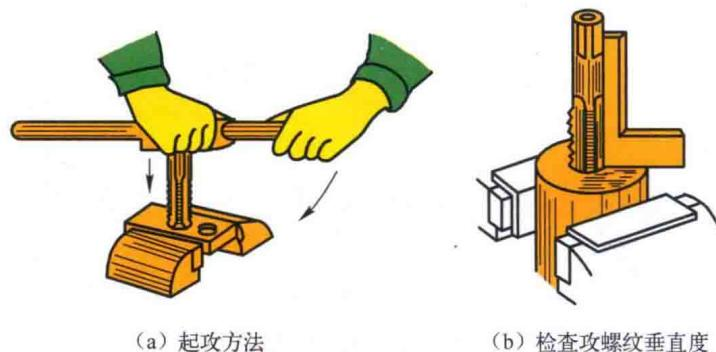

图 1-3 攻螺纹
(2) 攻螺纹前，工件的夹持位置要正确，应尽可能把底孔中心线置于水平或垂直位置，以便于攻螺纹时掌握丝锥是否垂直于工件平面。
(3) 先用头锥起攻，丝锥一定要与工件垂直，一手掌按住铰杠中部用力加压，另一手配合做顺向旋转，如图 1-3 (a) 所示。也可用两手握住铰杠均匀施加压力，并将丝锥顺向旋转。当丝锥攻入 1~2 圈后，从间隔 90°的两个方向用角尺检查校正丝锥位置至要求，如图 1-3 (b) 所示。